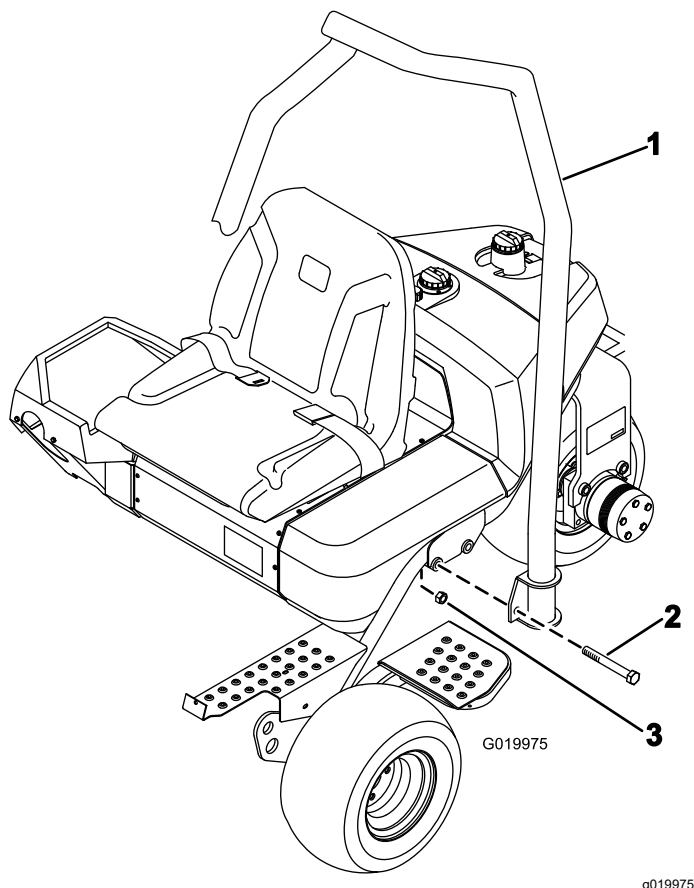

図 4
1. ROPS の上部の湾曲部が機体の前方を向くように ROPS を配置する図 4。
2. ROPS をフレームの上に降ろし、取り付け穴に整列させる 図 4。
3. ROPS の左右それぞれをフレームに固定するボルト 2本 $\frac{5}{8}$ x $4\frac{1}{2}$ " と、ロックナットを 図 4 のように使用する。